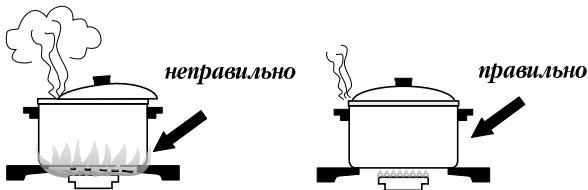

рис. 11
! Размеры посуды и режим работы горелок нужно выбирать таким образом, чтобы пламя не выходило за края и не «лизало» боковые стенки (рис. 11).
2. Повернуть фиксатор шарнира в крайнее нижнее положение см. рис. 11;